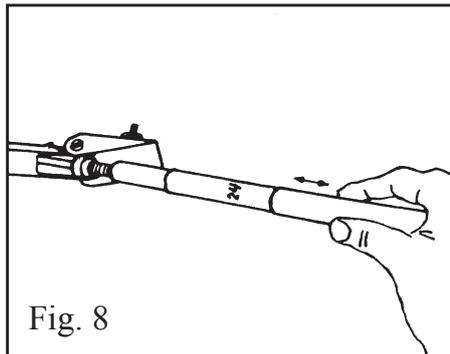

Fig. 8
Ziehen Sie den Thermometermantel (13) zurück, **ohne ihn zu drehen und ohne ihn ganz vom Thermometer frei zu ziehen.** Siehe Abb. 8.